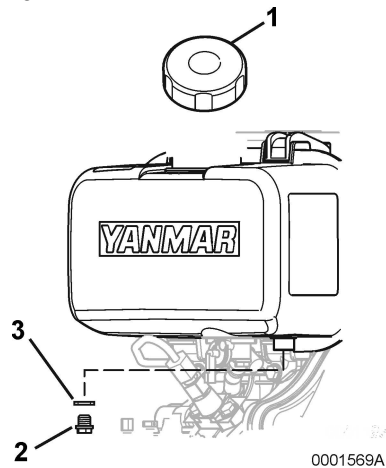

Рисунок 10
2. Снять крышку заливной горловины топливного бака (позиция 1, Рисунок 10).
3. Снять сливную заглушку топливного бака (позиция 2, Рисунок 10) и прокладку (позиция 3, Рисунок 10) для слива топлива.
9. Затянуть сливную заглушку топливного бака (позиция 2, Рисунок 10) с новой прокладкой (позиция 3, Рисунок 10).
10. Заправить топливный бак топливом. Установить на место крышку заливной горловины топливного бака (позиция 1, Рисунок 10) и затянуть рукой. Чрезмерная затяжка крышки вызовет ее повреждение.